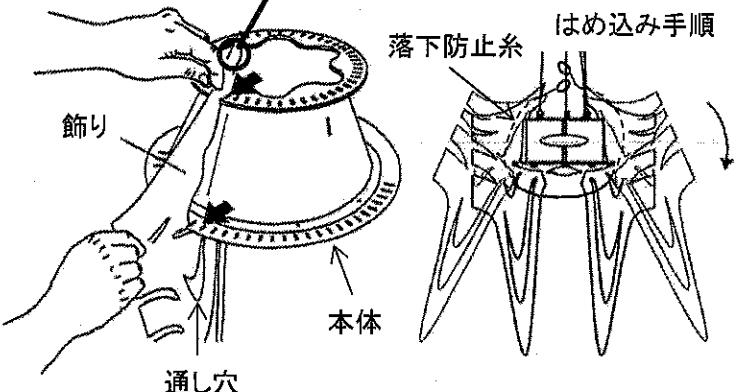

図.1
9. 飾りについた番号(1~50)順に、本体へ1番の飾りから時計回りにて取り付けてください。(図.1)